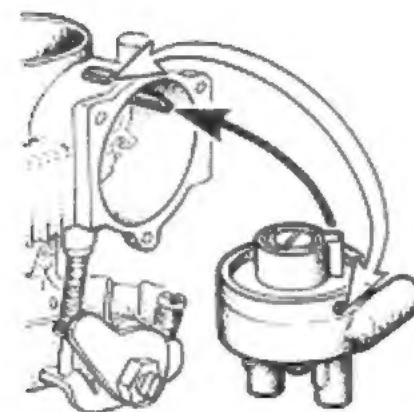

Fig. 10
- Si le carburateur comporte un système de départ automatique à bilame, vérifier que l'extrémité de la bilame est bien engagée sur le levier qu'elle doit entraîner, ou dans l'encoche sur laquelle elle doit s'appuyer. Tenir compte des *repères d'étalonnage* dans la remise en place du boîtier bilame (Fig. 10).